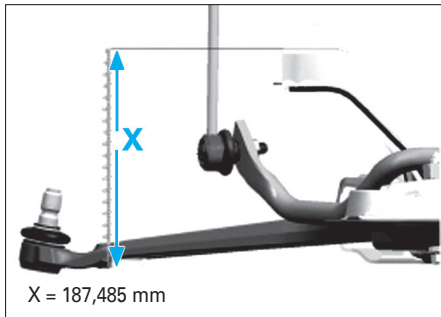

Fig. 16
• Déposer les vis (6) et (7) qui fixe le bras oscillant à la traverse de suspension.
• Déposer de son logement le bras oscillant (8).
• Pour la repose, procéder dans l'ordre inverse de la dépose en respectant la hauteur (X) suivante avant le serrage définitif (Fig.16).